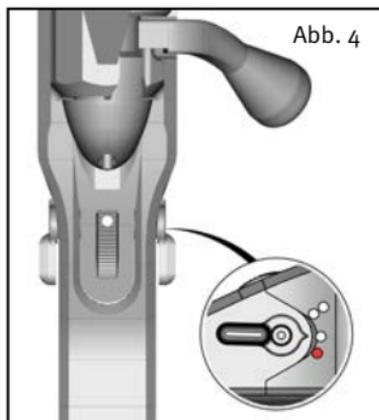

Abb. 4
1. Drehen Sie das Sicherungsrad der Waffe auf Sicherungs-Stellung (Abb. 4).
Falls nach dem Schuss ein Nachladen erforderlich ist, öffnen Sie den Verschluss. Durch Zurückziehen des Verschlusses wird die abgeschossene Patronenhülse ausgezogen und ausgeworfen. Beim Vorschieben des Verschlusses wird eine neue Patrone in das Patronenlager des Laufes eingeführt. Verriegeln Sie wieder den Verschluss durch Verdrehen des Kammergriffes. Drehen Sie die Sicherung auf Sicherungs-Stellung (Abb. 4).
Die Waffe ist erneut geladen, gespannt und gesichert. Wird die Waffe entsichert, der Schuss unterbleibt jedoch, ist sofort wieder zu sichern (Abb. 4).